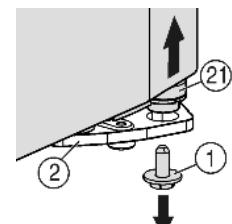
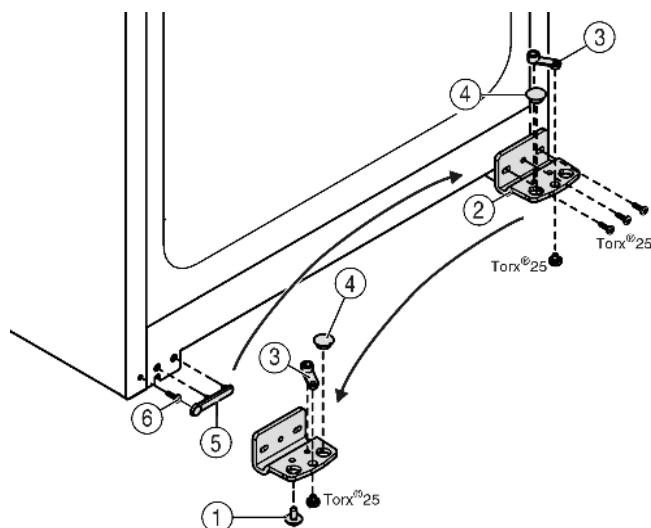

Fig. 4
Fig. 5
- Vpravo dole na stojanu ložiska vyšroubuje pojistný šroub Fig. 4 (1).
- Ložiskový čep Fig. 4 (21) se uvolní ze stojanu ložiska Fig. 5 (2).
- Jestliže se ložiskový čep Fig. 4 (21) neuvolní, vytlačte čep zdola.
- Našroubujte stojan ložiska Fig. 5 (2).
- Našroubujte ložiskový díl Fig. 5 (3) a přemístěte do protilehlého upínacího otvoru stojanu ložiska, opět přišroubujte.
- Vyjměte ze stojanu ložiska zátku Fig. 5 (4) a nasadte do protilehlého upínacího otvoru stojanu ložiska.
- Opatrně zvedněte kryt Fig. 5 (5) na straně madla.
- Vyšroubujte šroub Fig. 5 (6) a na protější straně ho opět nasadte.
- Kryt Fig. 5 (5) opět nasadte.
- Přišroubujte opět stojan ložiska Fig. 5 (2) na novou stranu závěsu (**silou 4 Nm**), příp. pomocí akumulátorového šroubováku.
- Zašroubujte a dotáhněte pojistný šroub Fig. 4 (1) dole do ložiskového čepu (**silou 4 Nm**).